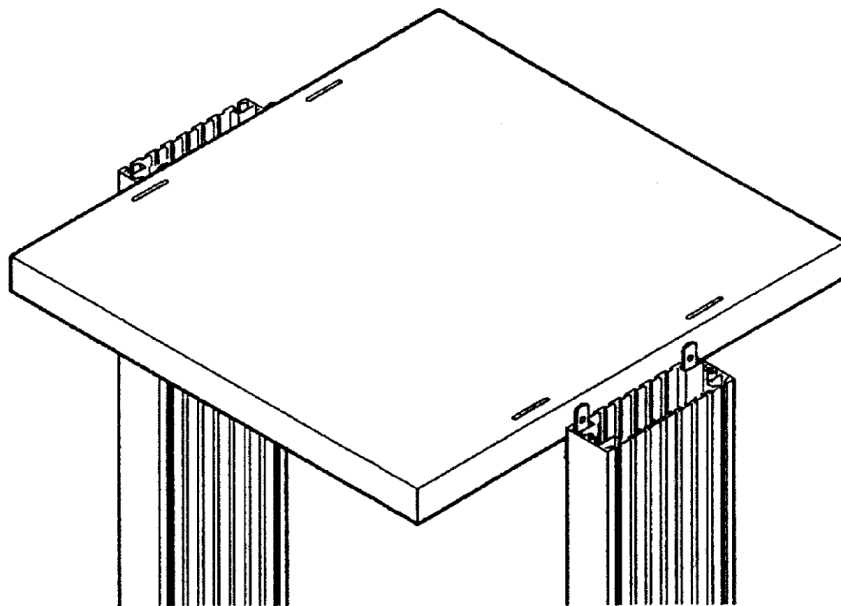

図 11: 天板の位置調整
2. 図 11 に示すように、脚部アセンブリ間で、天板を水平に位置決めします。天板の Tektronix のロゴがついている方が前方向になります。